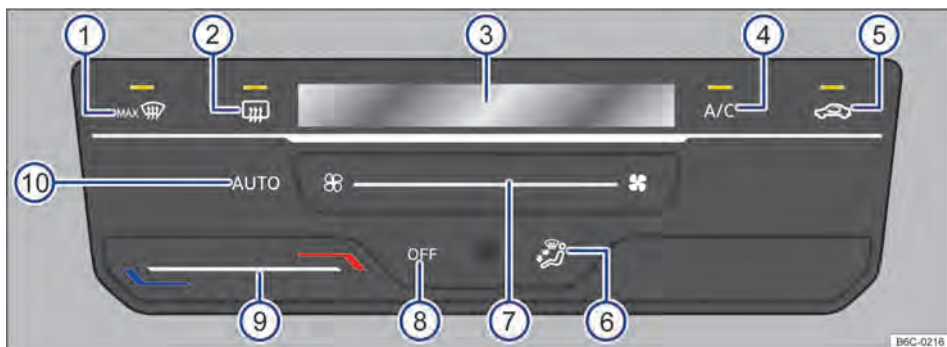

Fig. 85 Comandos do Climatronic.
- **Climatronic:** tocar na superfície de função OFF → Fig. 85 (8).
Ao tocar na superfície de função **AUTO** → Fig. 85 (10) é possível ligar o modo automático do Climatronic.
manualmente → Fig. 85 (7) ou com a alteração da distribuição de ar através da superfície de função → Fig. 85 (6).
- **Climatronic:** tocar na superfície de função **A/C** → Fig. 85 (4) para ligar e desligar o funcionamento da refrigeração.
- **Climatronic:** deslizar o dedo sob a superfície de função → Fig. 85 (9).
No display do Climatronic → Fig. 85 ③ é indicada a temperatura ajustada.
- *Climatronic*: deslizar o dedo sob a superfície de função → Fig. 85 ⑦.
- *Climatronic*: tocar na superfície de função  → Fig. 85 ⑤.
- *Climatronic*: tocar na superfície de função → Fig. 85 ⑥ para posição desejada, a distribuição selecionada será indicada no display ③.
- *Climatronic*: tocar na superfície de função  → Fig. 85 ①.
- *Climatronic*: tocar na superfície de função  → Fig. 85 ②.